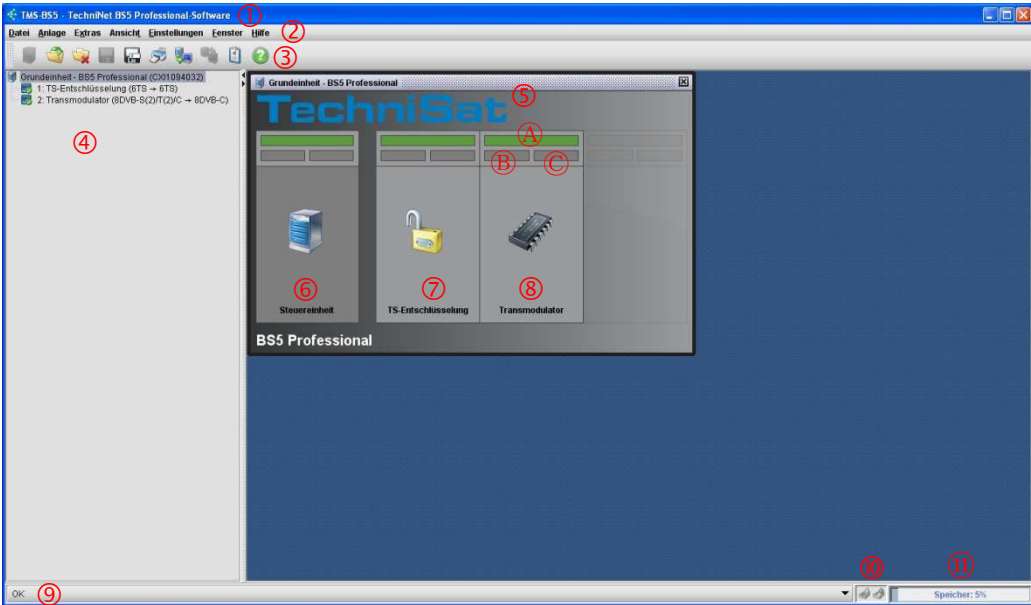

Abb. 6-1: Benutzeroberfläche der TMS-BS5
Abb. 6-1 gibt einen Überblick über die Bereiche der Benutzeroberfläche. Erklärungsbedürftige Bereiche sind anschließend einzeln beschrieben. Das Hauptmenü und die Symbolleiste sind in einem eigenen Kapitel beschrieben.
Die Symbolleiste (Element ③ in Abb. 6-1, S. 12) ermöglicht den schnellen Zugriff auf häufig verwendete Befehle des Hauptmenüs. Steht der Mauszeiger über einem der Symbole, erscheint nach 1 Sekunde eine Kurzbeschreibung des zugehörigen Befehls. Die Symbolleiste enthält folgende Symbole:
Der Navigationsbaum (Element ④ in Abb. 6-1, S. 12) zeigt die Konfiguration der Anlage.
- öffnet das Fenster mit der Darstellung der enthaltenen Komponenten (⑥ ⑦ ⑧ in Abb. 6-1).